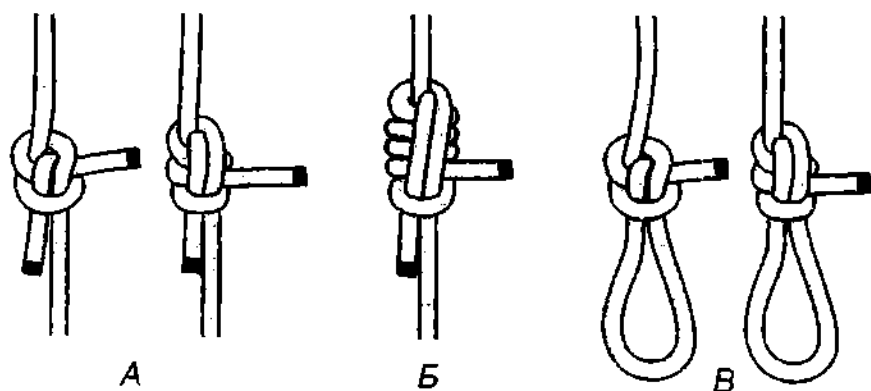

Рис. 914. А – строповый узел и строповый узел со шлагом; Б – строповый узел с тремя шлагами; В – строповая петля и строповая петля со шлагом.
**Строповый узел** лучше вязать с двумя или бóльшим количеством шлагов, благодаря которым он лучше сопротивляется переменным нагрузкам и легче развязывается (рис. 914 Б). Шлаги увеличивают не только крепость, но и гарантируют безопасность узла. **Строповый узел** перед работой необходимо аккуратно расправить и хорошенько затянуть. Количество шлагов может быть от 2 до 5.